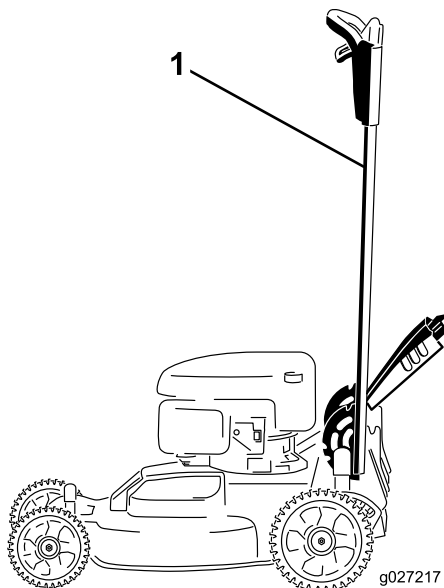

Figura 40
1. Bloqueie a pega na posição vertical (Figura 40); consulte Ajustar a altura da pega (página 13).